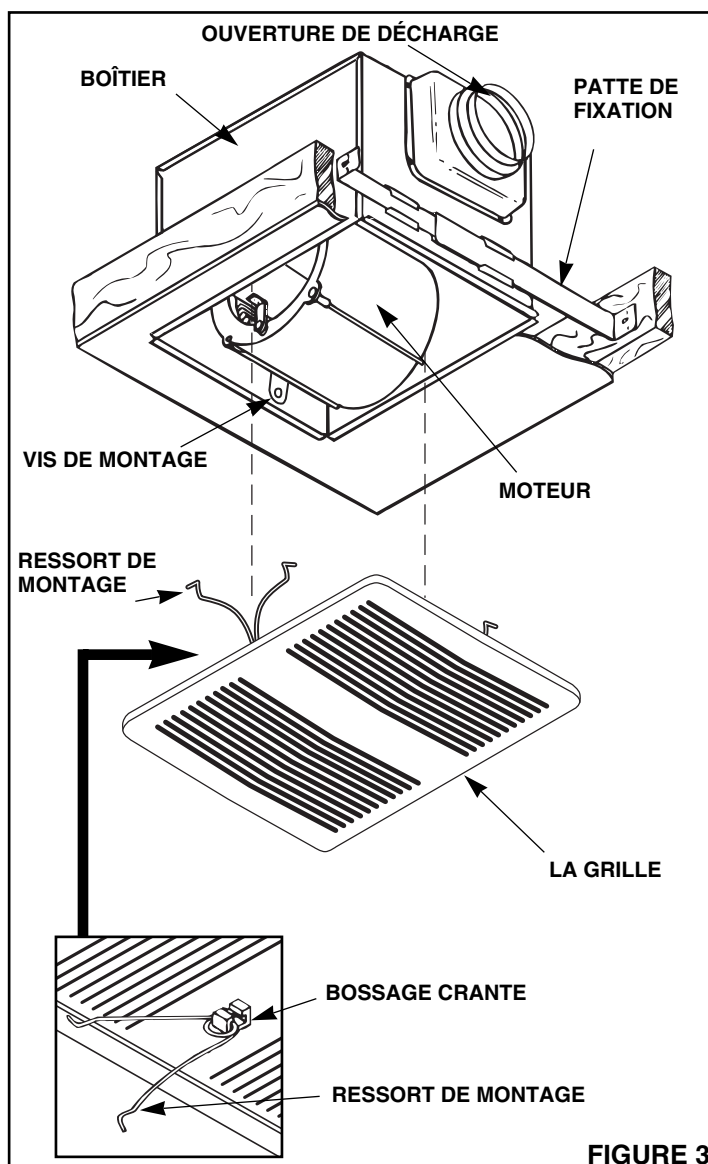

FIGURE 3
- Reportez-vous à la Figure 3.** Resserrez la vis à fond.
- Voir Figure 3.** Insérer la boucle centrale des ressorts de montage de la grille dans les bossages à rainures au dos de la grille.